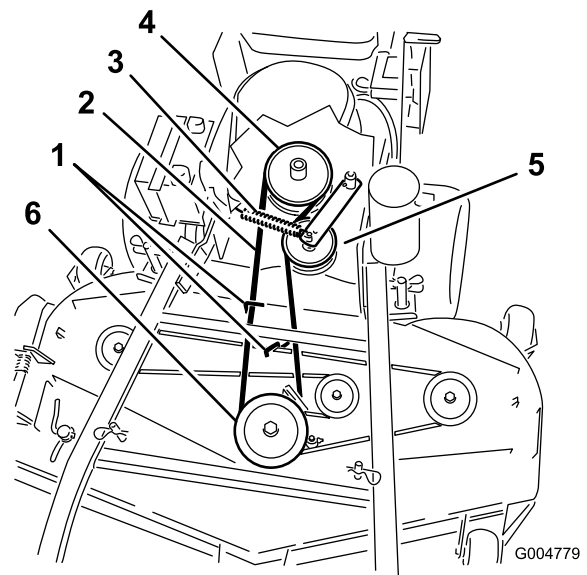
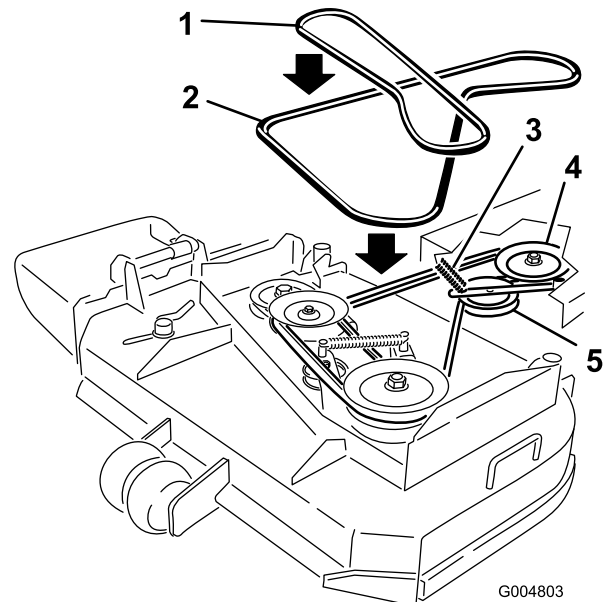

Figure 50
Figure 51
6. Retirez la courroie de la poulie centrale sur le plateau de coupe (Figure 50). Reportez-vous à la Figure 51 pour enlever la courroie de la poulie gauche sur un plateau de coupe de 36 pouces. Procédez avec précaution lors du retrait de la courroie, car la tension est augmentée par la poulie de tension rappelée par ressort.
7. Retirez la courroie de la poulie de moteur et la poulie de tension rappelée par ressort (Figure 50). Reportez-vous à la Figure 51 pour déposer la courroie des poulies sur le plateau de coupe de 36 pouces.
8. Placez une courroie neuve sur la poulie de moteur et la poulie de tension rappelée par ressort (Figure 50).
9. Installez la courroie sur la poulie centrale du plateau de coupe (Figure 50). Procédez avec précaution lors de la repose de la courroie, car la tension est augmentée par la poulie de tension rappelée par ressort. Reportez-vous à la Figure 51 pour installer la courroie sur la poulie gauche sur un plateau de coupe de 36 pouces.
11. Réglez l'écartement entre le guide et la courroie à 3 mm (1/8 pouce) pour les plateaux de coupe de 40, 48 et 52 pouces (Figure 50).